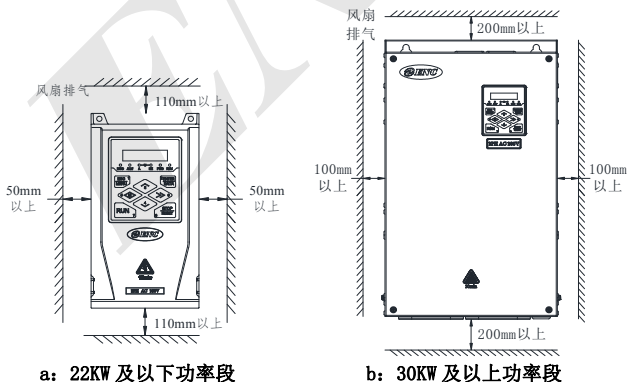

图 3-1 安装的间隔距离图
(1) 一般情况下应立式安装，卧式安装时会严重影响散热、必须降额使用。
(2) 安装间隔及距离最小要求，如图 3-1 所示。